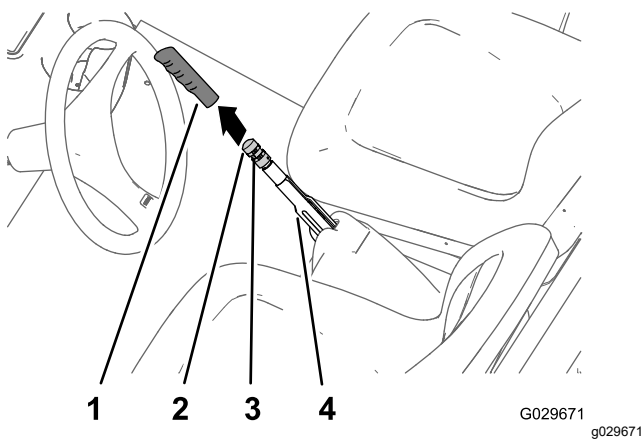

Figura 66
1. Retire a pega da alavanca do travão de estacionamento (Figura 66).
2. Desaperte o parafuso de ajuste que fixa o manípulo de ajuste do travão de estacionamento (Figura 66).
para engatar a alavanca do travão de estacionamento (Figura 66).
4. Aperte o parafuso de ajuste e instale a pega (Figura 66).
2. Desaperte o parafuso de ajuste do travão de estacionamento (Figura 66) que fixa o manípulo de ajuste do travão de estacionamento, desengate o travão de estacionamento e desaperte o manípulo de ajuste do travão de estacionamento.
5. Rode o manípulo de ajuste do travão de estacionamento (Figura 66) até que 133 a 156 N seja necessário para engatar a alavanca do travão de estacionamento.
- C. Rode o manípulo de ajuste do travão (Figura 66) até que 133 a 156 N seja necessário para engatar a alavanca do travão de estacionamento.
- Aperte o parafuso de afinação e instale a pega (Figura 66).